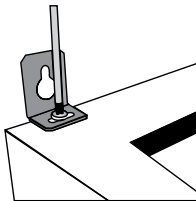

Рис. 9
1. Установите в верхней задней части корпуса вытяжки два уголка, имеющиеся в комплекте крепежа и предназначенные для подвески вытяжки на стену (рис. 9).